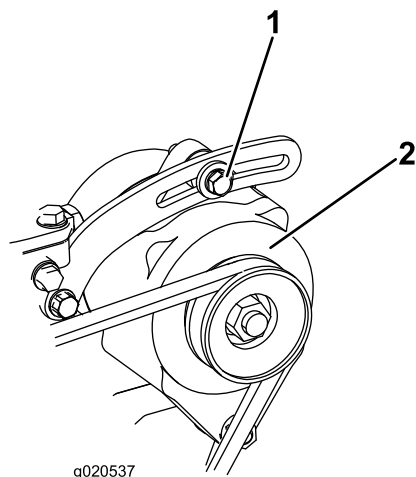

Figura 75
Verifique o estado e a tensão das correias (Figura 75) após cada 100 horas de funcionamento.
1. Desaperte os parafusos de fixação do alternador (Figura 75).